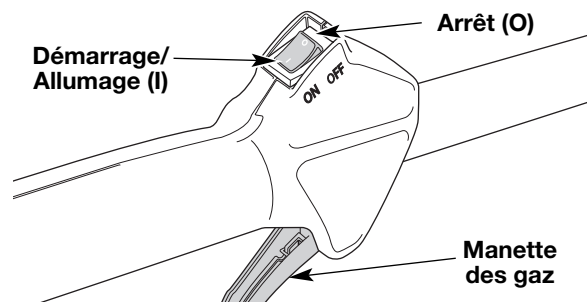

Fig. 9
REMARQUE : Il n'est pas nécessaire de faire démarrer la machine. La commande On/Off (Arrêt/Marche) est en position ON (I) en permanence (Fig. 9)
2. Appuyez sur la commande Marche/Arrêt et maintenez-la en position **ARRÊT (O)** jusqu'à ce que le moteur s'arrête complètement (Fig. 9).